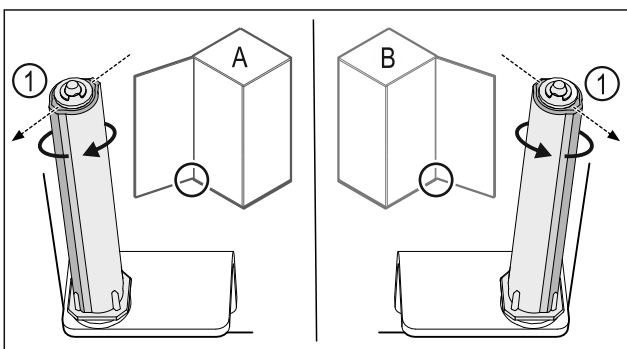

Fig. 34 Levý doraz (A) / pravý doraz (B)
- ▶ Otáčejte uzávěracím systémem proti odporu, dokud nebude lamela uzávěracího systému Fig. 34 (1) ukazovat směrem ven.